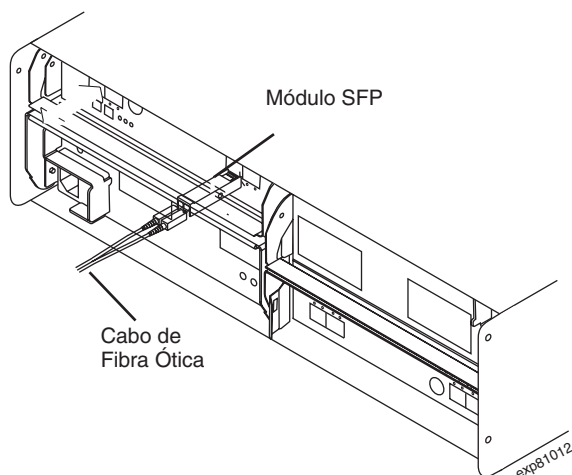

Figura 82. Instalando um módulo SFP e conectando um cabo LC-LC nos gabinetes de expansão de unidade
2. Conecte um cabo de fibra ótica LC-LC no módulo SFP, conforme mostrado na Figura 82 na página 132.
Instale um módulo SFP na porta SFP na parte traseira dos gabinetes de expansão de armazenamento; em seguida, conecte a outra extremidade do cabo LC-LC no módulo SFP, conforme mostrado na Figura 82.